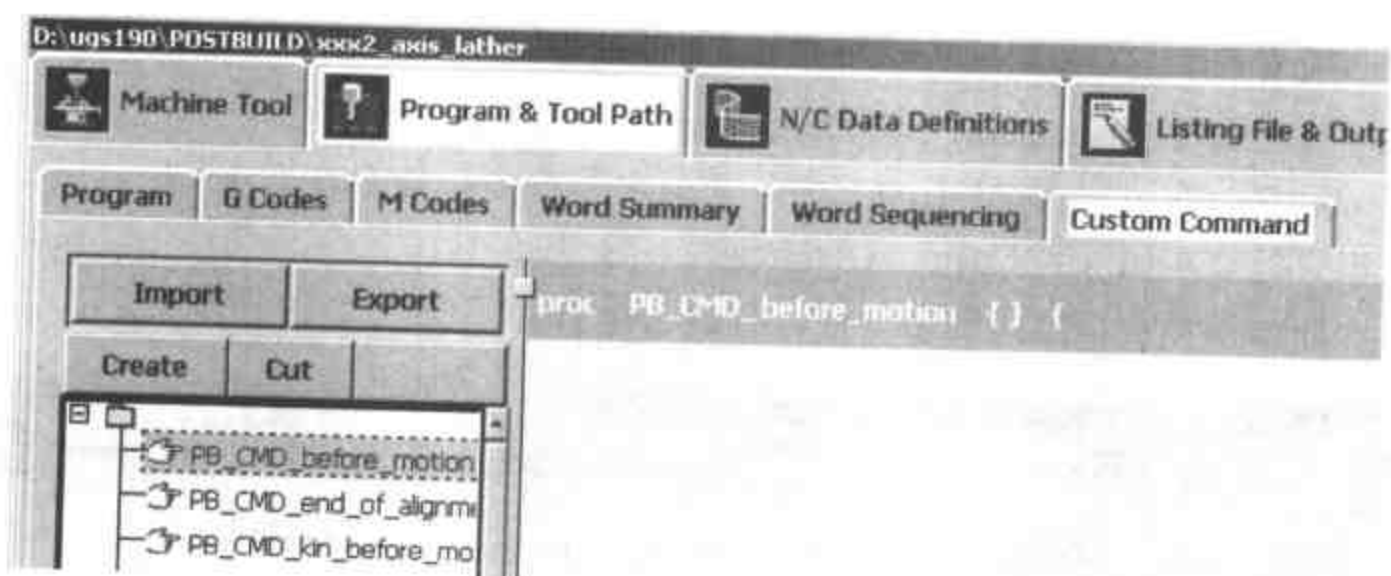

图 5-14 选择已存指令
- 在左面结构窗口里选择 PB_CMD_before_motion (如图 5-14 所示)。